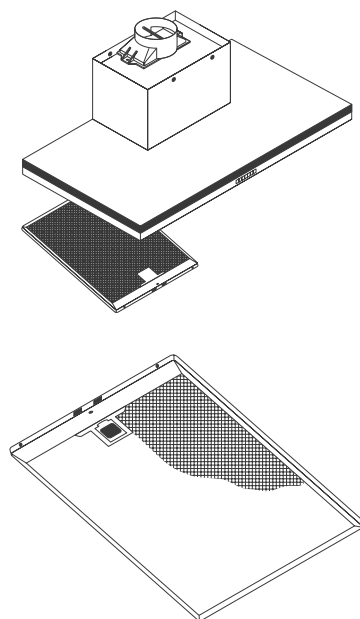

Fig.5 Filtre à graisse
- En fonction de l'usage au moins une fois par mois, démonter les filtres à graisse (Fig. 5), et nettoyer à l'eau chaude et du détergent, ou utilisant le lave-vaisselle, auquel cas, il est recommandé de les placer en position verticale pour éviter le dépôt de déchets alimentaires.